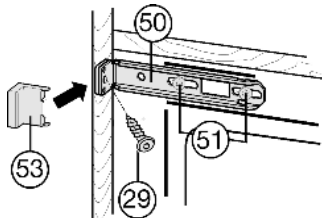

Fig. 19
- ▶ Schroeven *Fig. 19 (51)* iets losdraaien.
- ▶ Bovenste bevestigingshoek *Fig. 19 (50)* met spaanderplaatschroef *Fig. 19 (29)*  $\varnothing 4 \times 19$  aan de meubelwand vastdraaien.
- ▶ Het uitstekende uiteinde van de afdekking *Fig. 19 (53)* afbreken.
- ▶ Schroeven *Fig. 19 (51)* aandraaien.
- ▶ Afdekking *Fig. 19 (53)* plaatsen.